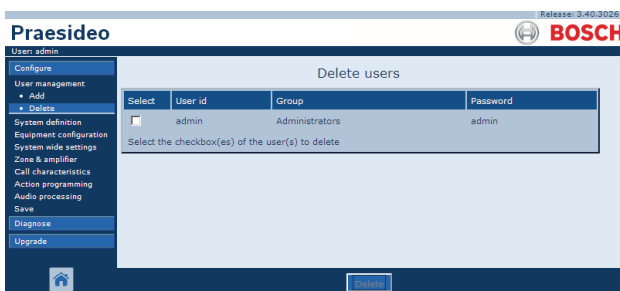

figura 42.7: Eliminar un usuario, paso 3
- 3 Haga clic en el botón *Delete* para eliminar la cuenta. Aparece una pantalla similar a la mostrada en figura 42.7 en el cuadro principal de la interfaz Web. Esta pantalla no contiene ya la cuenta eliminada.